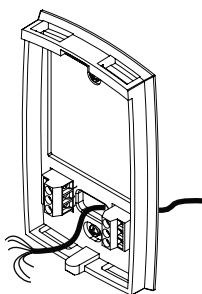

Figura 2
- 5 Pasar los cables por la gran abertura situada en el centro de la parte inferior de la placa mural según se muestra en la figura 2.